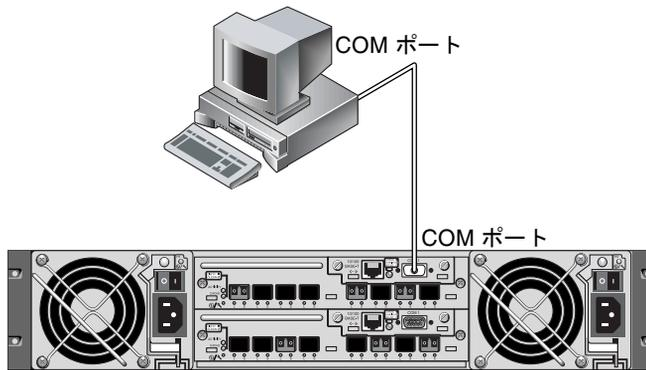

図 F-1 ワークステーションのシリアルポートにローカル接続された RAID アレイ COM ポート
1. 図 F-1 に示すように、RAID アレイの COM ポートを Solaris ワークステーションのシリアルポートに接続します。tip コマンドを使用して、アレイにローカルアクセスします。